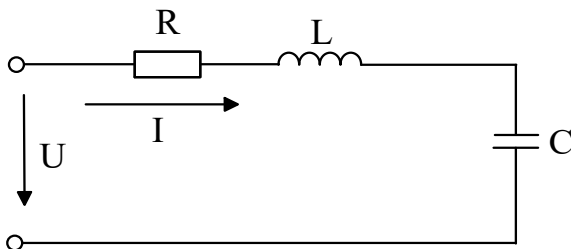

Рис.4.3
4.9. Задача. Цепь построена в резонанс на частоту сети 50 Гц (рис. 4.3), $U=60$ В, $U_C=80$ В, $I=1$ А. Определить параметры катушки R и L , емкость C , напряжение на зажимах катушки $U_{\text{кат}}$.